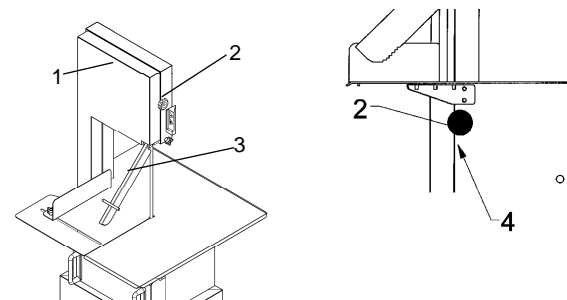

Fig.5.2.1
#### A - Verifica efficienza del microinterruttore "4" (Fig. 5.2.1)
**B - Protezione mobile alla lama nell'area di lavoro (spingitore) "3" (Fig. 5.2.1)**